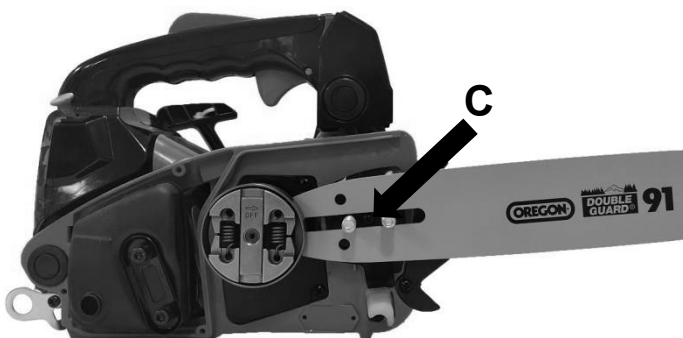

Fig. 6
4. Installez la barre de guidage de sorte que la fente de la barre soit alignée avec les deux boulons (C) (fig. 6).